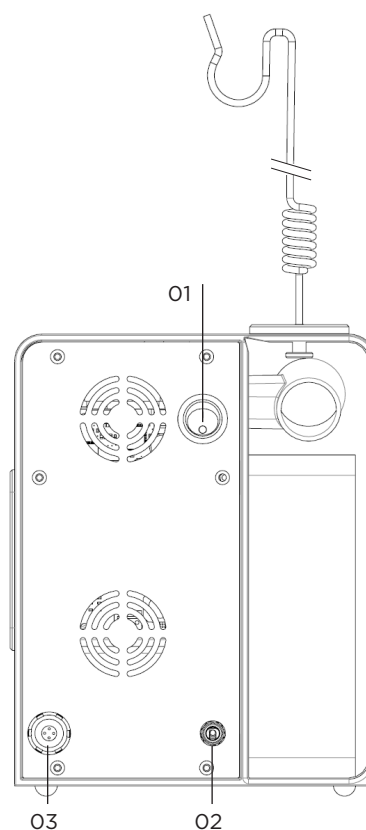

Figura 2 - Vista traseira
(1) Ligue o adaptador de rede à tomada de corrente na parte de trás do dispositivo (ver figura 2).